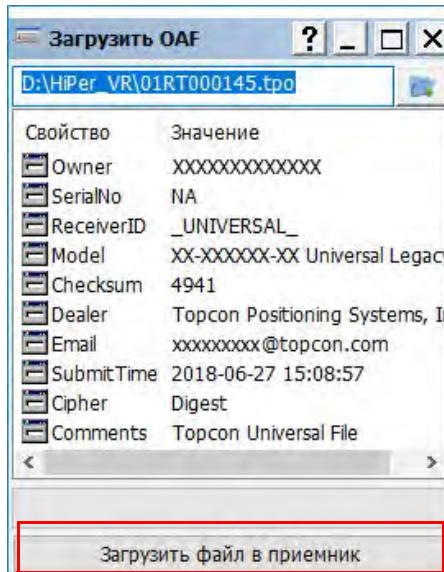

Рисунок 5-8: Загрузка OAF в приемник
TRU сначала проверяет совместимость выбранного файла с подключенным в данный момент приемником. Если Вы выбрали файл, не предназначенный этому приемнику, окно **Загрузки ОАФ** отобразит знак ошибки рядом с идентификатором приемника (не показано) и отключает кнопку **Загрузить файл в приемник** (Рисунок 5-8).
5. Кликните **Загрузить файл в приемник** для начала загрузки файла (Рисунок 5-8).